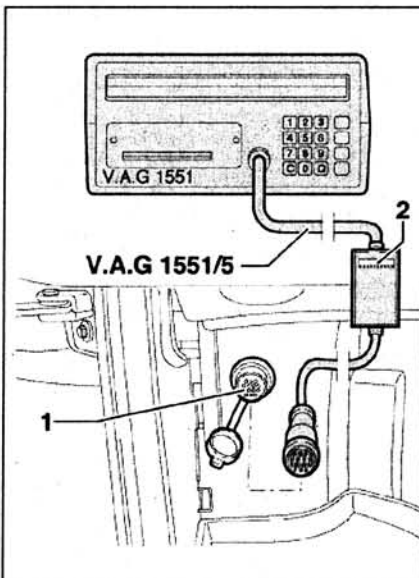

Рис. 7.60. Присоедините считыватель кодов неисправностей V.A.G 1551.
1. Присоедините считыватель кодов неисправностей V.A.G 1551 (рис. 7.60). На дисплее должна отобразиться следующая информация: